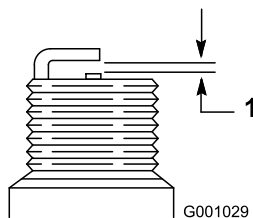

Figura 37
4. Defina a folga entre os elétrodos numa nova vela para 0,76 mm como se mostra na Figura 37.